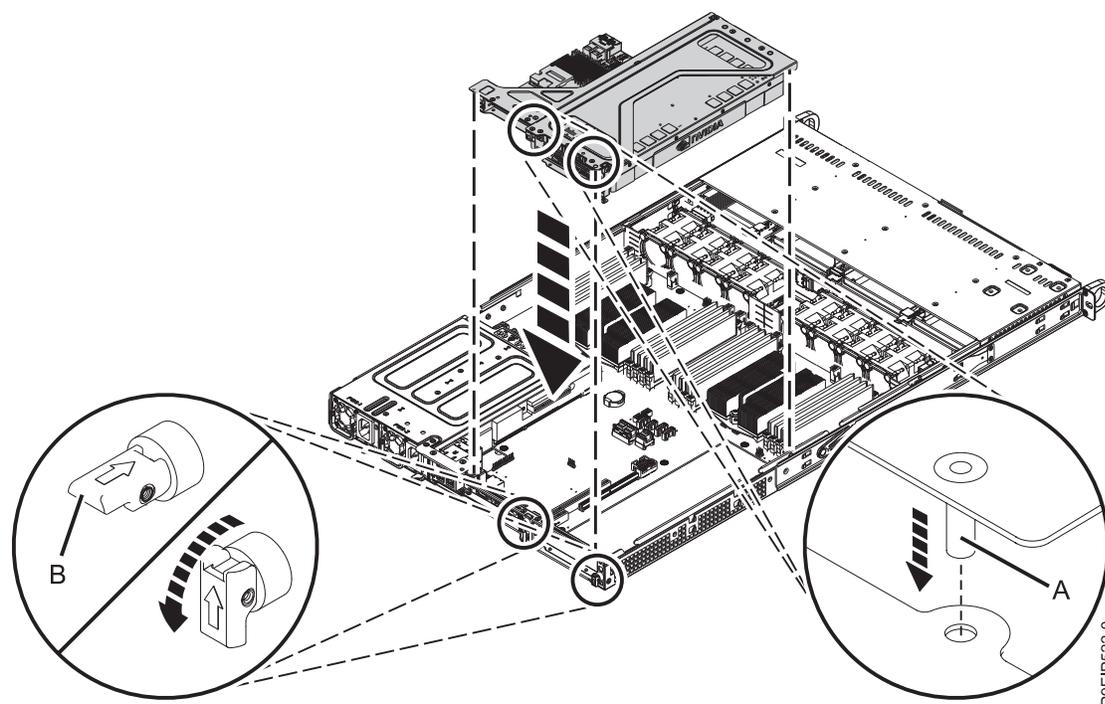

Figura 49. Cómo volver a colocar la tarjeta de expansión PCIe
- f. Coloque la tarjeta de expansión del adaptador PCIe y los adaptadores PCIe que contiene en la placa posterior del sistema, como se muestra en la Figura 49.